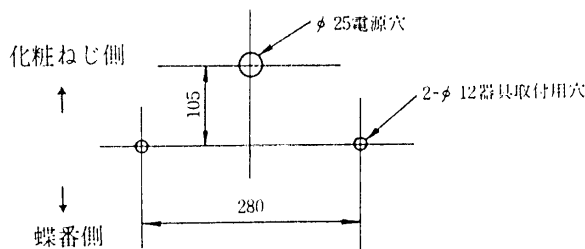

図1
- ① 天井板に図1に示す取付穴および電源穴を、また取付部材に図1に示す取付穴をあけてください。